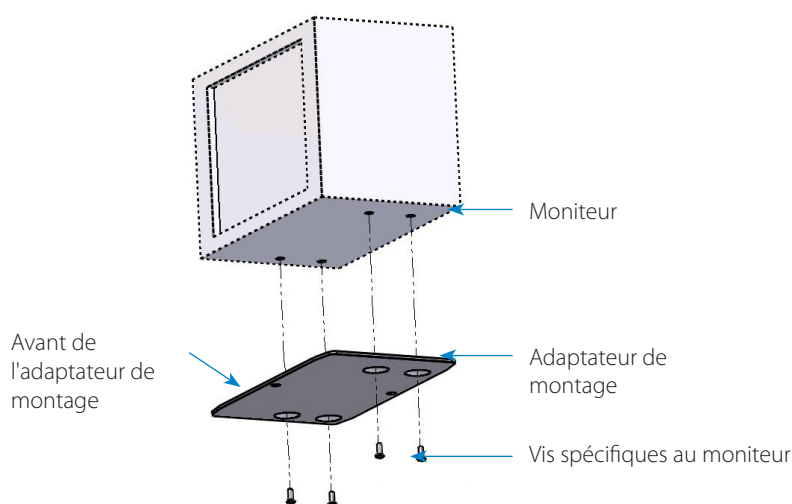

Figure 1
1. Installez premièrement l'adaptateur de montage à l'appareil (consultez le manuel d'installation de l'adaptateur fourni avec l'adaptateur) (**Figure 1 sur la page précédente**).